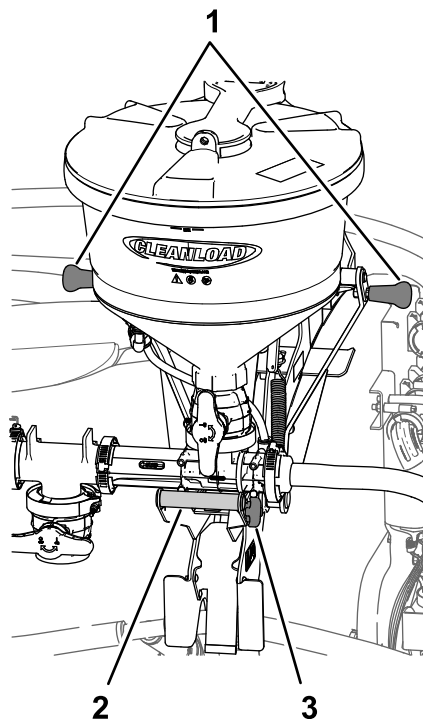
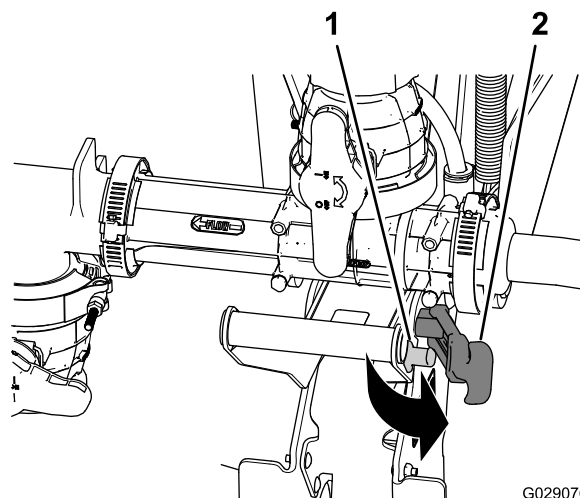
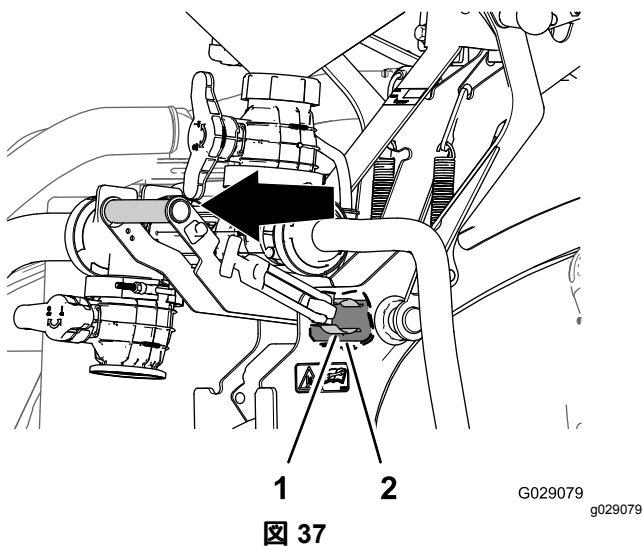
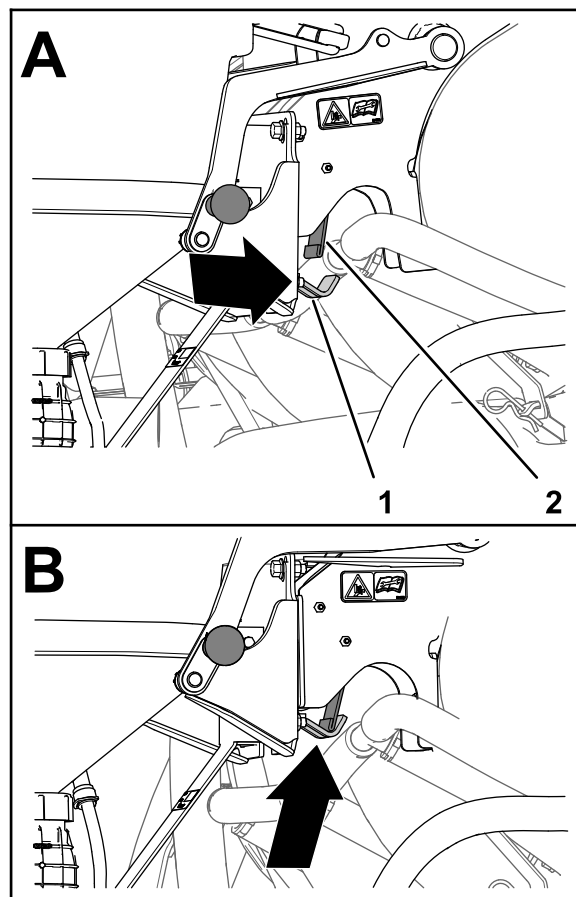

図 35
図 36
図 37
図 40
1. エダクタのハンドルを握りラッチポストからラッチハンドルを外す 図 35 と 図 36。
2. エダクタのハンドルの他にエダクタのクレードル上部でもエダクタのハンドルを握り、ハンドルを引き出すようにしてスプリングクリップをピボットチューブから外す 図 35 と 図 37。
5. バックプレートのラッチがスプリングプレートの下へ来たら 図 40のA、エダクタのハンドルを車体内側へ回転させてラッチのフック部分をスプリングプレートの裏側に合わせる 図 40のB。
1. エダクタのハンドルの他にエダクタのクレードル上部のハンドルも握り、ハンドルを外側に引き出すようにしてラッチのフック部分をスプリングプレートの外側に合わせる 図 37 と 図 40。
4. エダクタのハンドルを押し込んでフックをラッチロッドまで上げ、スプリングクリップがピボットチューブの周囲に完全に収まるようにする 図 37。
5. ラッチハンドルを引いてラッチポストに止める 図 36。